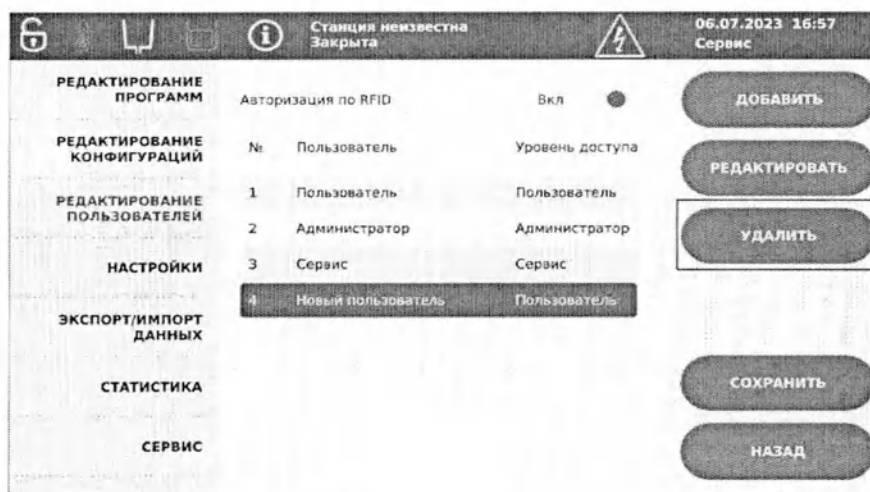

Рисунок 6.23 – Выбор учетной записи Пользователя для удаления
2. Нажмите кнопку **УДАЛИТЬ** (Рисунок 6.23).